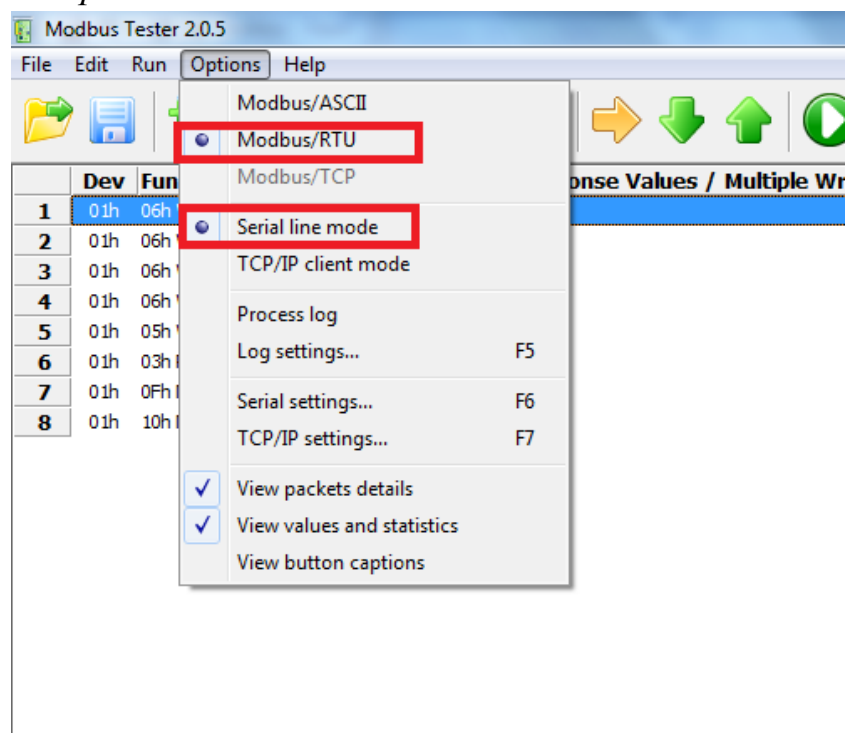

Рис.5. Окно программы Modbus tester с открытым окном Options
2. Выберите пункт главного меню *Options* и установите значения аналогично *рис.5*